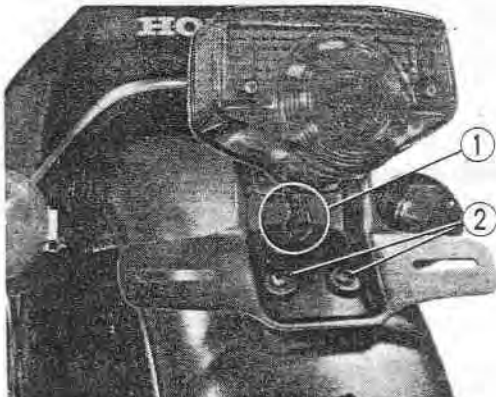

Fig. 16-7 ① Fils d'alimentation
1. Débrancher les fils d'alimentation de feu arrière/stop au niveau de la prise puis déposer le support de feu arrière. (Fig. 16-7)